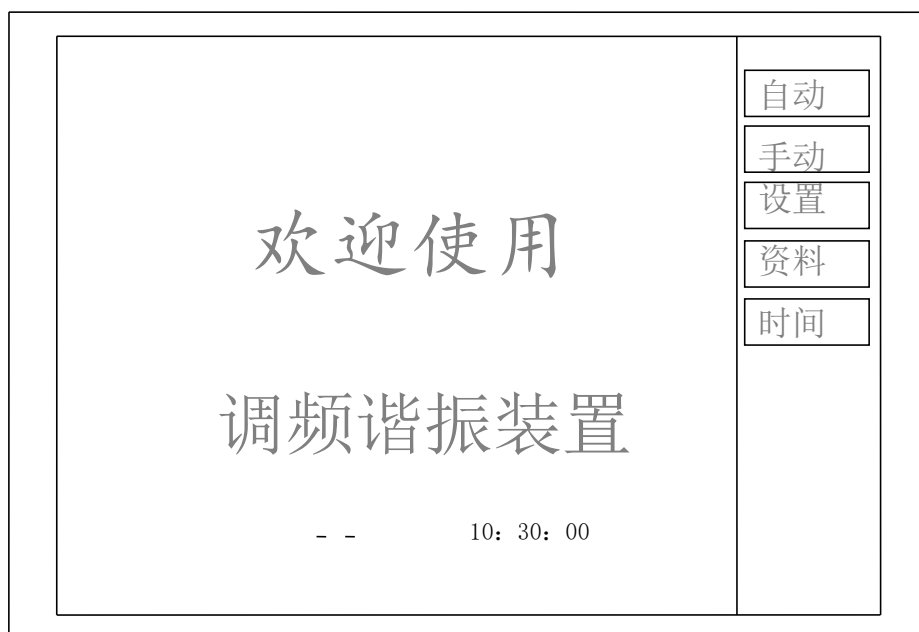
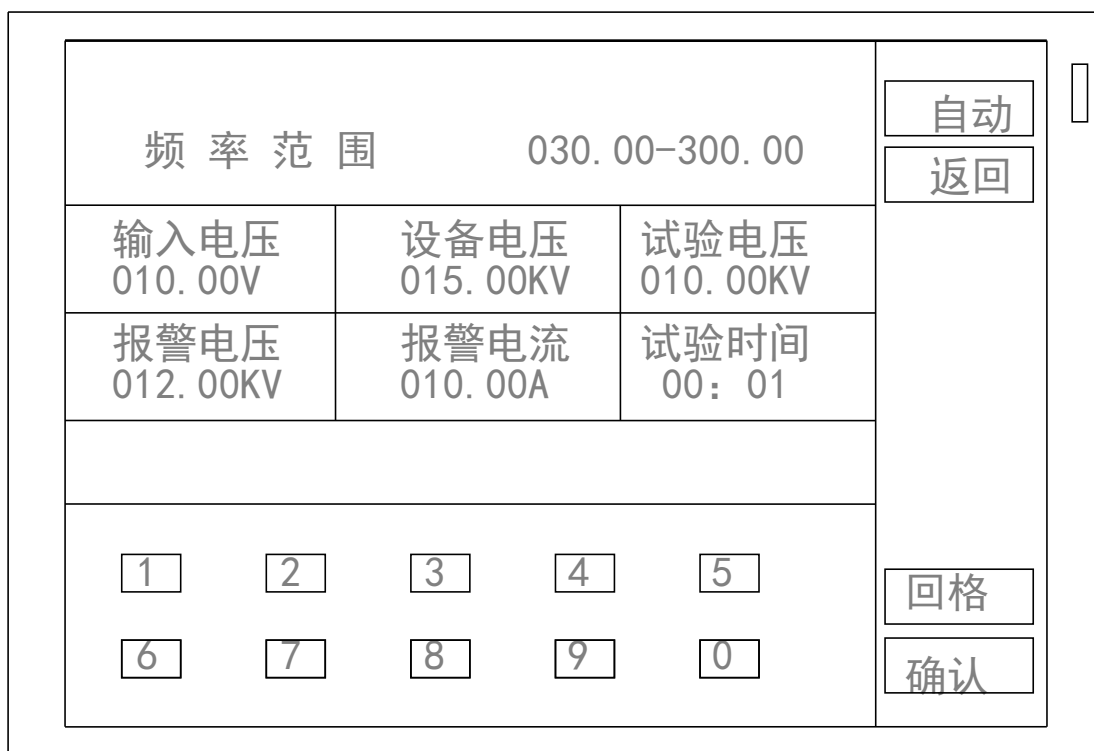

图2
图 3
2.1.5. 开机后，液晶的显示界面如图 2 所示。
点击“设置”后，液晶的显示界面如图 3。
- **返回：**设置完成后返回到图 2 界面。
注意：因为你是第一次使用我们的设备，建议在试验操作前仔细检查你的当次设置是否符合试验要求。具体做法就是在试验前你再次点击“**设置**”，进入图 3 界面，依次检查每一项参数，确认与试验要求符合后再点击“**返回**”进入待试验的图 2 界面。
进入图 2 界面，点击“自动”，进入下图 4 界面，点击“启动”，“确认”，则自动进行调谐、升压、计时、降压。